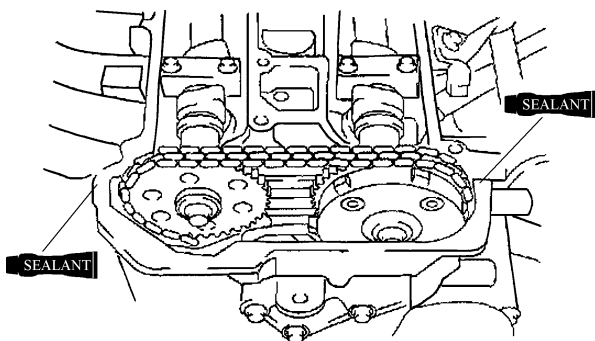

图 25-16 涂抹硅酮密封胶
1) 按照图 25-16 所示，在配合面上涂抹硅酮密封胶。涂抹厚度约在 $4 \sim 6 \text{ mm}$ 左右，涂抹后 10min 内要安装气缸盖罩。